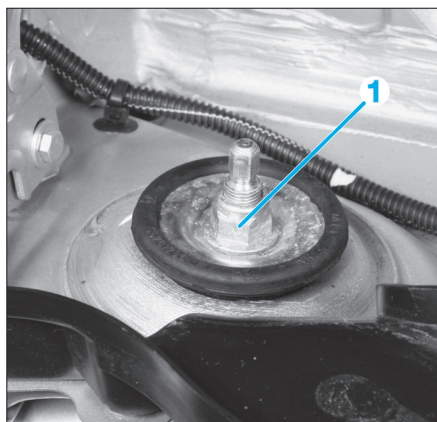

Fig. 3
- Déposer l'écrou de fixation supérieure (1) de l'élément de suspension (Fig.3).